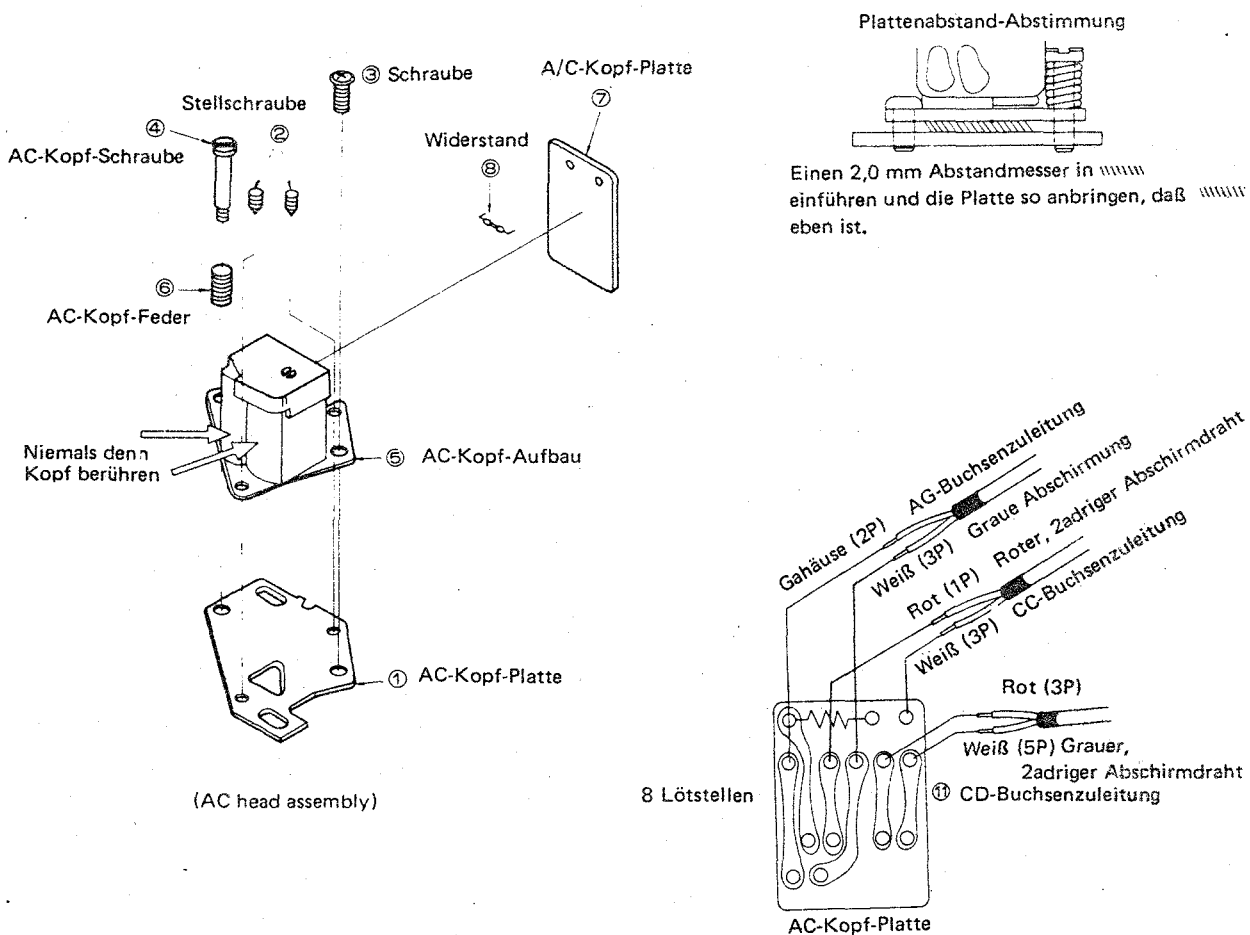

Abb. 34
### AUSTAUSCH DES AC-KOPFES (siehe Abb. 34)
1. Nach Austausch den Bandlauf abstimmen. Während des Austausches niemals die Kopfoberfläche mit der Hand berühren. (markiert durch Pfeile in Abb. 34)
1. Wenn der Bandlauf nicht einwandfrei ist, folgende Einstellung vornehmen (siehe Abb. 34 und 35).
7. Den Spurlageregler in die vorgegebene Stellung drehen und die beiden Maschinenschrauben B (WSW3P + 8S) (siehe Abb. 34) geringfügig lösen und das Einstellwerkzeug für die X-Position an den Öffnungen anbringen. Dann die Position des AC-Kopf so abstimmen, daß die maximale Hüllkurve erzielt wird.